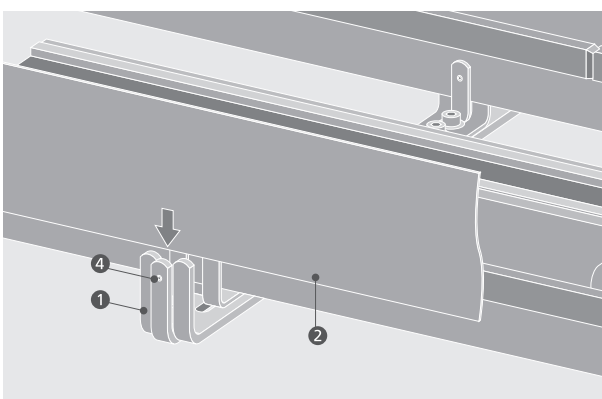

Abbildung 5.9.2
- Führungsbleche (2) in die Halterungen (1) schieben und mit Gewindestiften (4) sichern. Anzugsdrehmoment 6,4 Nm. (Abb. 5.9.2).